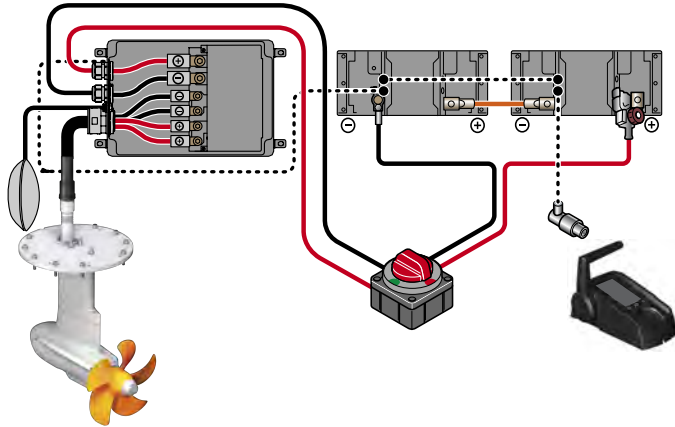

Fig. 18: Schéma électrique de la Power 26-104
2. Raccordez les câbles restants aux batteries, voir "Fig. 18: Schéma électrique de la Power 26-104".